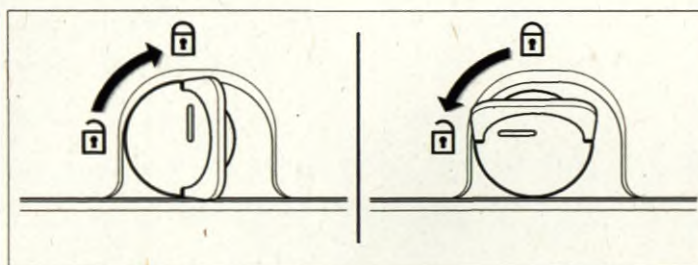

Рис. 1
- ◆ Откройте механизм блокировки батареи, как показано на рис. 1.